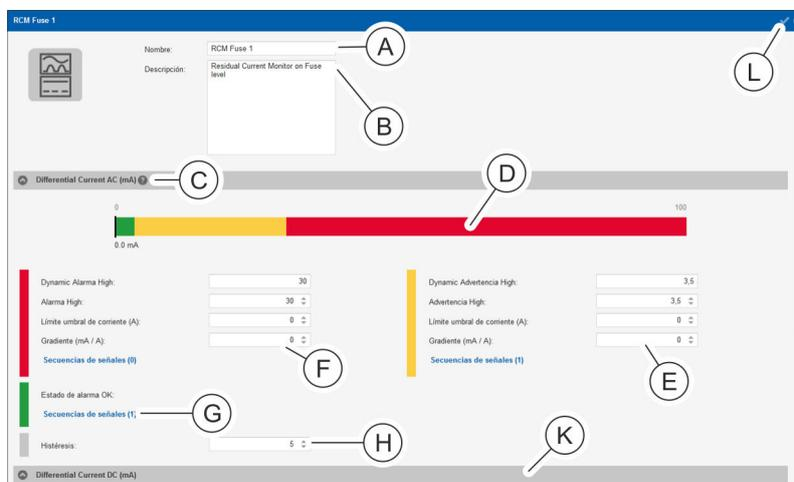

Fig. 130: Vista detallada
4. ▶ En caso necesario, cambie el nombre del medidor de corriente diferencial (Fig. 130/Ⓐ) en la vista detallada y, dado el caso, añada una descripción (Fig. 130/Ⓑ).
5. ▶ En el campo "Differential Current AC (mA)" introduzca un valor para "Alarma High", "Límite umbral de corriente (A)" y "Gradiente (mA / A)" (Fig. 130/Ⓔ).
**8.** En el campo "Differential Current AC (mA)" introduzca un valor para "Advertencia High", "Límite umbral de corriente (A)" y "Gradiente (mA / A)" (Fig. 130/C) y asigne una secuencia de señales (de forma análoga a los pasos 5 y 6).
**9.** En el campo "Differential Current AC (mA)", asigne al parámetro "Estado de alarma OK" (Fig. 130/D) una secuencia de señales en caso necesario (de forma análoga a los pasos 5-7).
**10.** En el campo "Differential Current AC (mA)" introduzca un valor para "Histéresis" (en %) (Fig. 130/E).
**11.** Repita los pasos 5-10 para el campo "Differential Current DC (mA)" (Fig. 130/F).
Las opciones "Límite umbral de corriente" y "Gradiente" no se pueden definir para "Differential Current DC (mA)". Los valores umbral para el control de corriente continua aparecen indicados con colores (Fig. 130/G).
**12.** Confirme la selección con el botón "Guardar" (Fig. 130/H).
Los valores de "Dynamic Advertencia High" o "Dynamic Alarma High" se calculan automáticamente. Con el signo de interrogación (Fig. 130/I) se puede mostrar una gráfica con una explicación del valor umbral de RCM dinámico (Fig. 18).